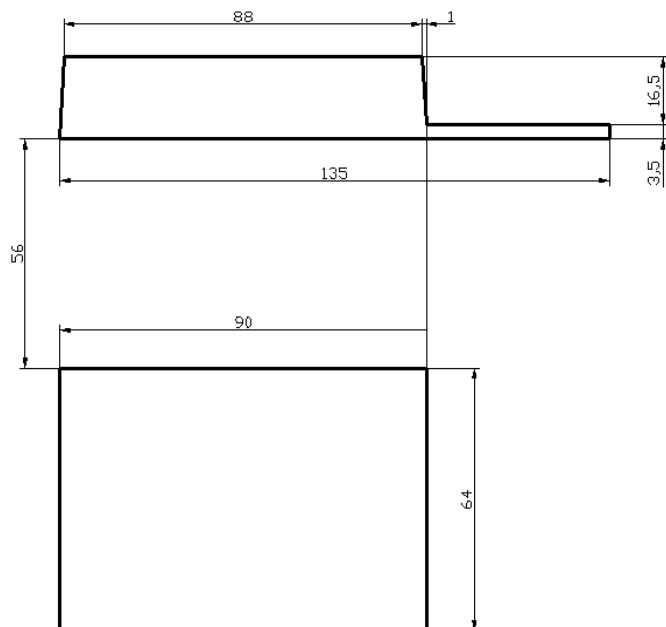

Bild 1
- 2.2 Bereiten Sie Schnittansicht (oben) und Draufsicht und mit der Kontur ohne Bemaßung vor (Bild 1).